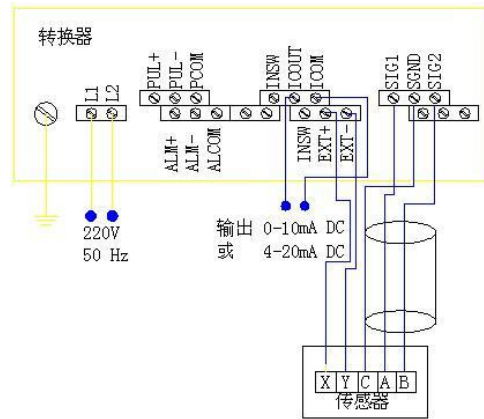

图4 接线图
电缆的敷设分明敷和暗敷两种。采用哪种敷设要视现场具体情况而定。图4 为传感器和转换器之间的电气接线图。由图可知，传感器和转换器之间有两根电缆。一根是转换器向传感器提供励磁电流的励磁线，一根是传感器向转换器输出电动势的信号线。电缆的敷设和接线必须注意以下几点：
⑤ 按图4所示转换器和传感器端子标示符一一对应接好线。